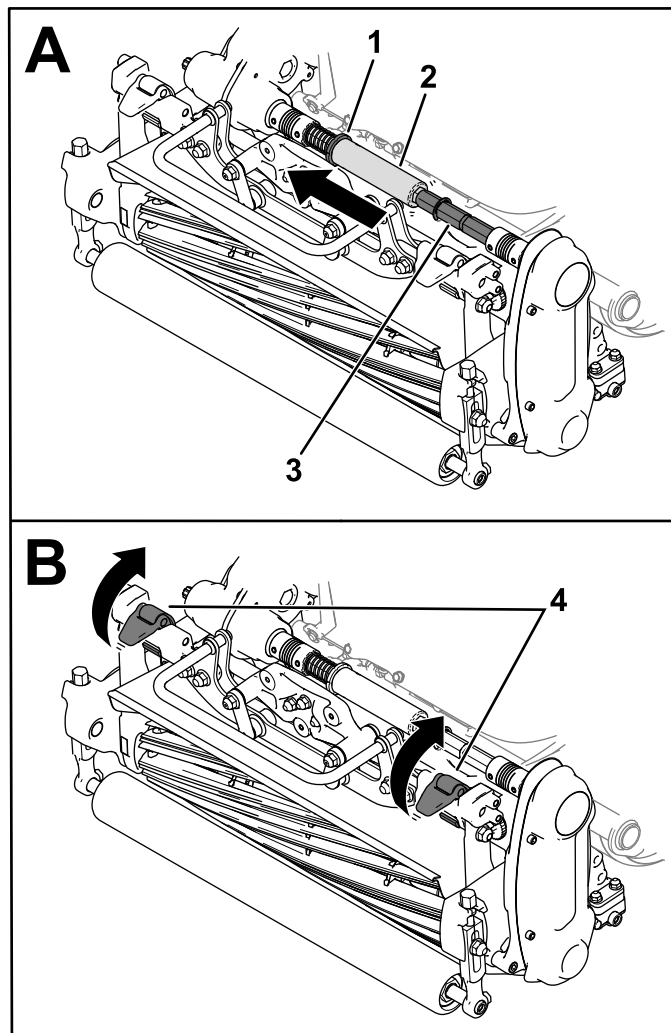

Figura 39
3. Introduzca el collarín (**Figura 39**) en la ranura del eje de la transmisión.
4. Retire el tubo hexagonal del eje del acoplamiento de la unidad de corte (**Figura 39**).
5. Mueva los cierres de suspensión hacia arriba para liberar la unidad de corte de la máquina (**Figura 39**).